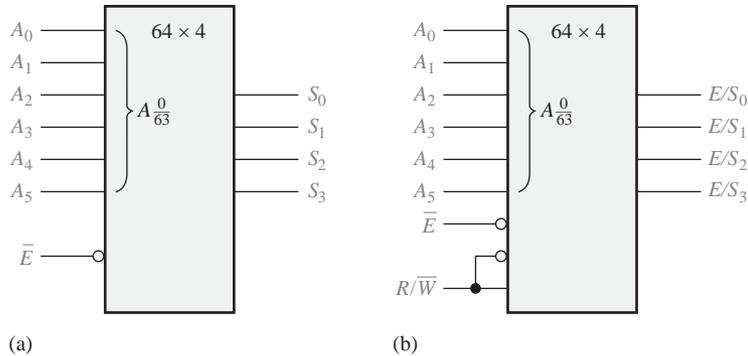

FIGURA 10.80
1. Identificar la ROM y la RAM de la Figura 10.80.